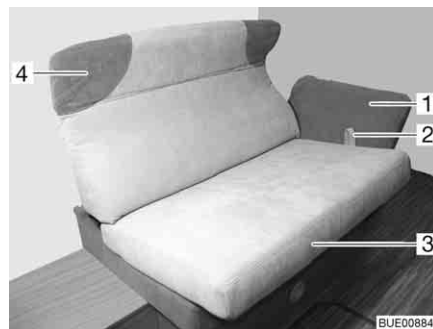

Fig. 98 Réglage de la banquette longitudinale
- Tirer la boucle (Fig. 98,2) vers le haut et le siège (Fig. 98,3) avec précaution vers le milieu sur les rails jusqu'en butée.
- Saisir l'appui-tête rembourré (Fig. 98,4) des deux mains et le placer avec précaution dans la position désirée vers le haut ou le bas.
- Saisir l'accoudoir (Fig. 98,1) des deux mains et le placer avec précaution dans la position désirée vers le bas ou le haut.